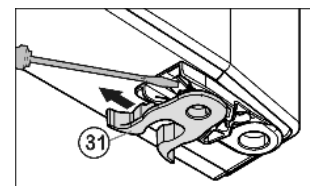

Fig. 11
- ▶ Fjederklemme Fig. 11 (31) flyttes: Tappen trykkes ned, fjederklemmen trækkes op over den og fjernes.